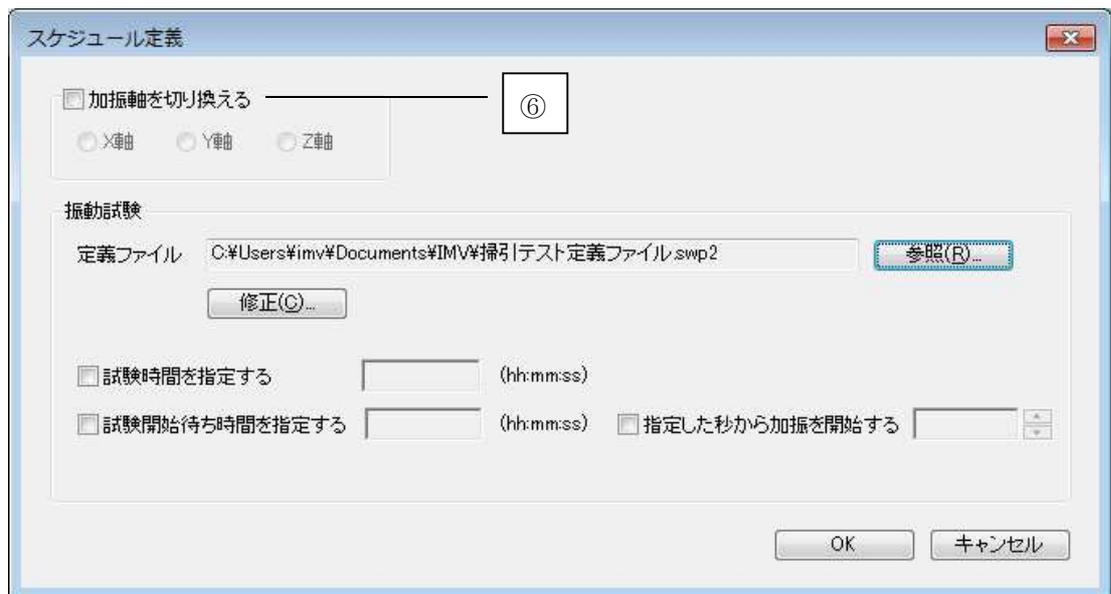

Fig.2-2-5
⑥加振軸を切り替える (Fig2-2-5 参照)
最後に Fig.2-2-5 で「OK」ボタンを押下すれば、選択したテスト定義がスケジュールに組み込まれます (Fig.2-2-7 参照)。